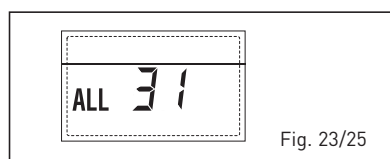

Fig. 23/25
– **ANOMALÍA CONFIGURACIÓN INSTALACIÓN TRES ZONAS “ALL 32” (fig. 23/26)**